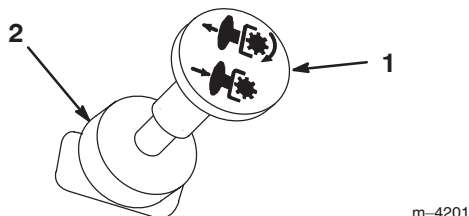

Figure 9
3. Tirez sur la commande de PDF pour engager la PDF (Fig. 9).
Poussez la commande de PDF en position désengagée (Fig. 9).